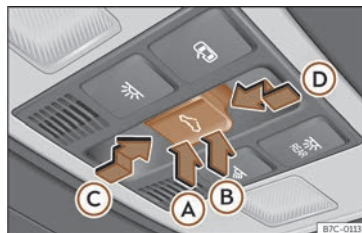

Fig. 60 Sur le revêtement intérieur du toit : touche du toit ouvrant.
La touche ⇐ >>> fig. 60 a deux niveaux. Le premier niveau permet de situer le toit en position déflectrice, d'ouvrir ou fermer entièrement ou partiellement le toit ouvrant.
- Dans les 5 secondes environ après l'activation de la fonction anti-pincement, appuyez sur la touche ⇐ >>> fig. 60 jusqu'au deuxième niveau dans le sens de la flèche ① jusqu'à ce que le toit soit complètement fermé.